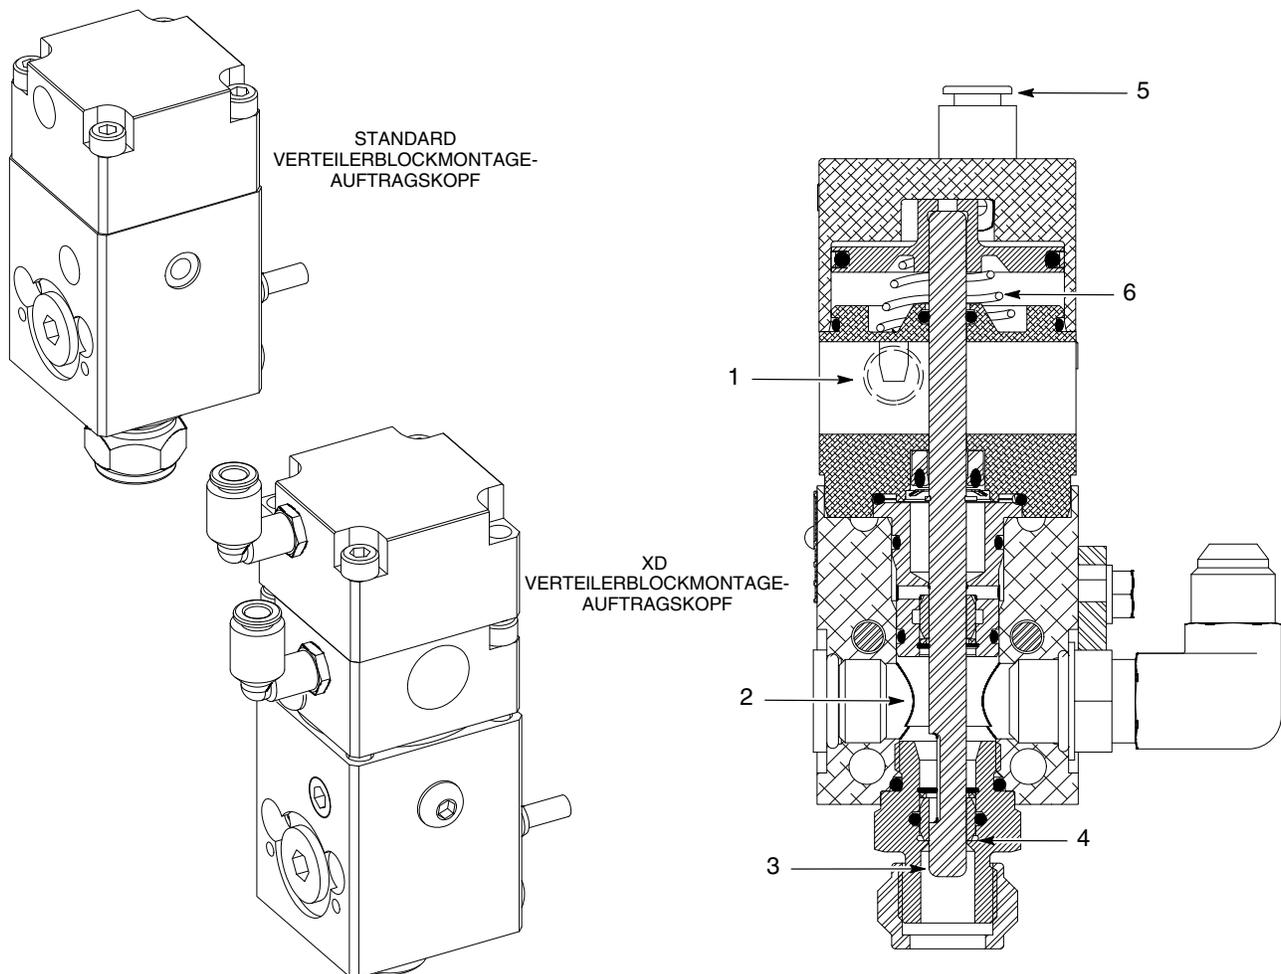

Abb. 1 Auto-Flo II Anti-Drool Auftragsköpfe
Siehe Abb. 1. Der Auto-Flo II Anti-Drool-Auftragskopf wird in einer Vielzahl von Anwendungen benutzt, um Klebstoffe, Dichtmittel und sonstige Materialien aufzutragen. Der aus Aluminium hergestellte Auftragskopf ist leicht und vielseitig.
Siehe Abb. 1. Wenn Druckluft am Lufteinlass Kopf öffnen (5) ansteht, wird der Kolben nach unten gedrückt, wodurch die Kolbenstange (3) durch den Sitz (4) gedrückt wird. Das Material fließt in den Materialeinlass (2) hinein und aus der Düse heraus.